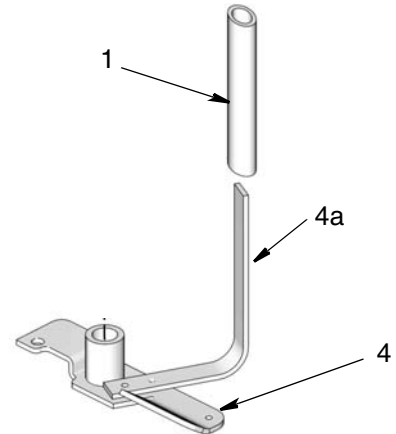

ABB. 7
1. Tragen Sie ein wenig von dem Schmierfett, das Sie auch für die Pumpe verwenden, auf den Rührflügelarm (4a) auf (ABB. 7).
2. Ziehen Sie den Wischer (1) über den Arm (4a) am Rührflügel (4) (ABB. 7).